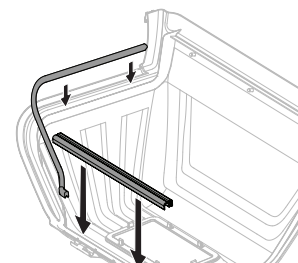

Figura 14
5. Si no está ya instalado, aplique sellos (720-05151A y 720-05152B) en la parte inferior de la cubierta superior del recogedor de césped (731-12348D) como se muestra a continuación. Vea la Figura 14.